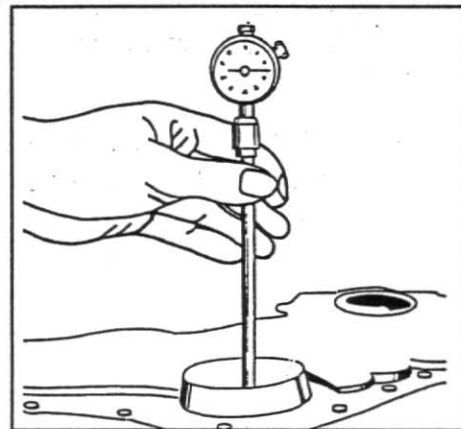

Fig. 8
9. Remova os restos de junta da tampa à carcaça de distribuição. Limpe e verifique se o alojamento na tampa da distribuição apresenta danos. Determine com um medidor de diâmetro interno o diâmetro na superfície de contato com o vedador: 79,32 - 79,40 mm ou 3,128 - 3,126 pol, fig.8.